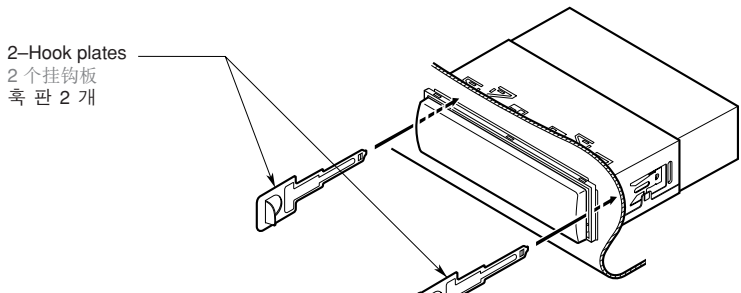

Figure 9 / 图 9 / 그림 9
3. Insert and lock the hook plates (Figure 9).
3. 插入并锁定挂钩板。（图 9）